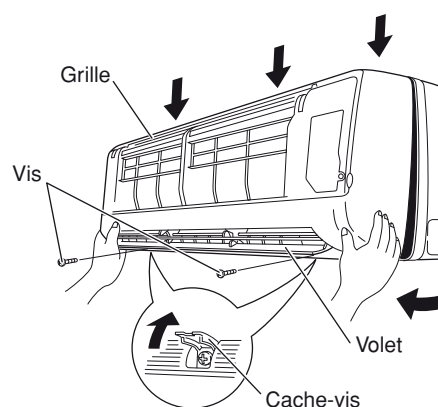

Fig. 17-1
- (2) Déposer également les 2 vis où sont ouverts les caches de vis. Saisir la grille sur les deux côtés inférieurs, et la tirer légèrement vers soi. (Fig. 17-1)
- (3) Appuyez sur les 3 languettes en haut de la grille pour les dégager. (Fig. 17-1)
- (4) Tirez la grille vers vous pour la déposer. (Fig. 17-1)